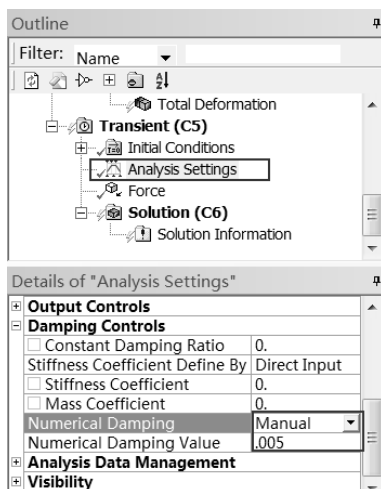

图 9-80 设定阻尼比
Step7 :如图 9-80 所示 ,选择 Transient(C5) Analysis Settings 命令 ,在出现的 Details of “Analysis Settings” 面板中做如下输入。